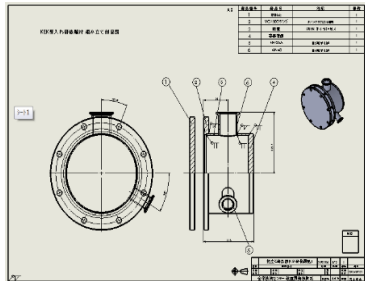
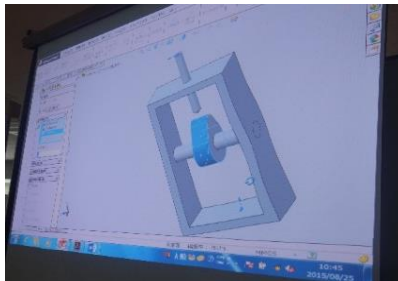

図 3. 図面の仕様設定
図 4. モーション機能
第 1 回(図 1) 8 月 25 日 (火) 9 時～16 時	① アセンブリでの簡単な干渉チェック機能紹介 ② 2D 図面テンプレート・シートフォーマットの編集法 (図 3) ③ モーション機能の紹介、およびパワーポイント上での活用法 (図 4) 講師：須賀鋭二 (Win スクール：ピーシーアシスト株式会社) 開催場所：名古屋大学創造工学センター10階 オープンエリア東